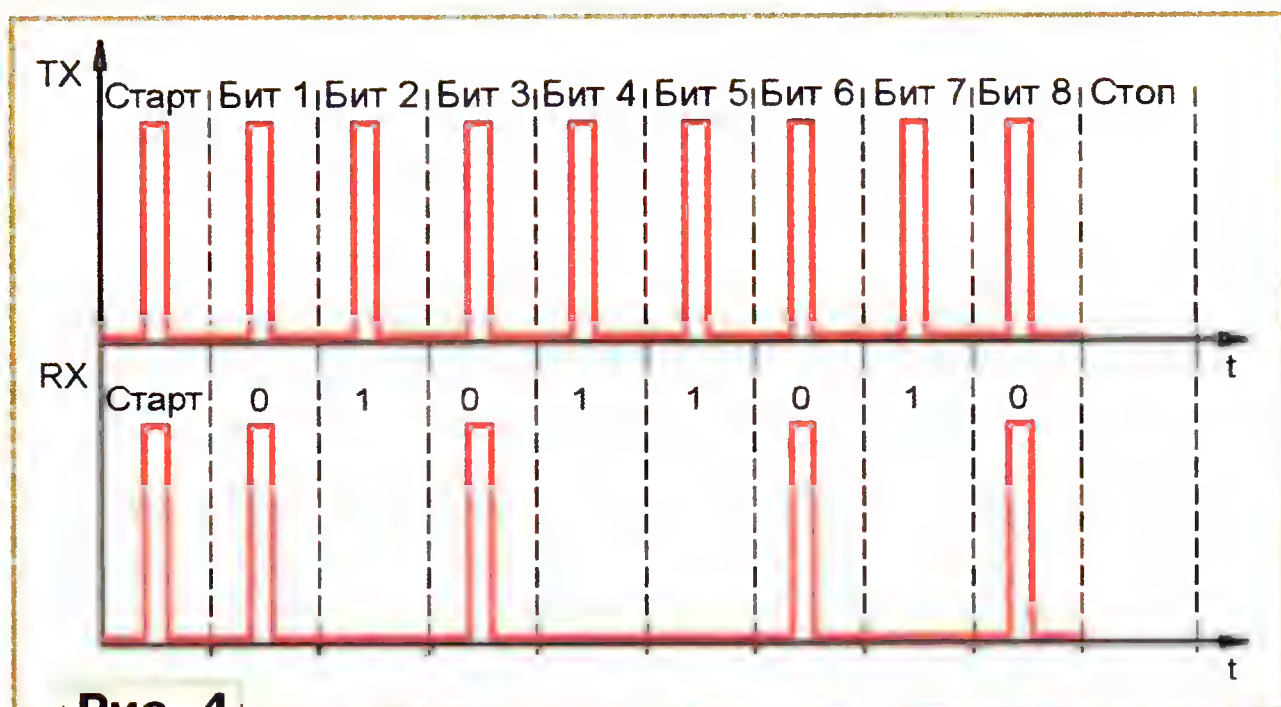

Рис. 4
Обменом информацией между ПК и микроконтроллером управляет разработанная автором программа Частотомер IRDA, окно которой показано на рис. 2. Информация на компьютер поступает с линии порта PD6 (вывод 11) микроконтроллера, а на линию порта PB1 (вывод 13) поступают синхронизирующие импульсы с компьютера. Перед началом передачи микроконтроллер формирует стартовый импульс длительностью около 1,6 мкс с последующей паузой (рис. 3). Программа периодически опрашивает порт 2F8H и при получении байта, переданного микроконтроллером, начинает передачу синхронизирующих импульсов. Они формируются при передаче (TX) управляющей программой в ИК-порт числа 0. При этом передаётся 9 импульсов — первый стартовый и 8 импульсов — число 0, стоповый импульс имеет низкий уровень (рис. 4). При обнаружении высокого уровня на линии синхронизации микроконтроллер начинает передачу, формируя первый стартовый импульс — устанавливает высокий уровень на линии данных и ожидает спада на линии синхронизации, чтобы передать информационные импульсы. Если бит данных равен 0, устанавливается высокий уровень на линии данных одновременно с высоким уровнем на линии синхронизации (так как сигналы инвертированы), если бит данных 1, уровень на линии данных остаётся неизменным. Для примера на рис. 4 показана передача числа 90.